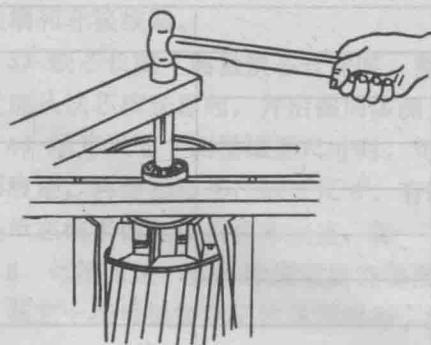

图 1-9 搁在圆筒上拆卸轴承
3) 搁在圆筒上拆卸 在轴承的内圈下面用两块铁板夹住，铁板用能容纳转子的圆筒支住，再在轴的端面上垫上厚木板或铜板，用榔头敲打取下轴承，如图1-9所示。敲打时着力点应对准轴的中心，用力不可偏歪，也不宜过猛。圆筒内要放一些柔软的东西，以防轴承脱下时摔坏转子和转轴。当敲至轴承逐渐松动时，用力应减弱。若有压床，也可在压床上把轴承压卸下来。